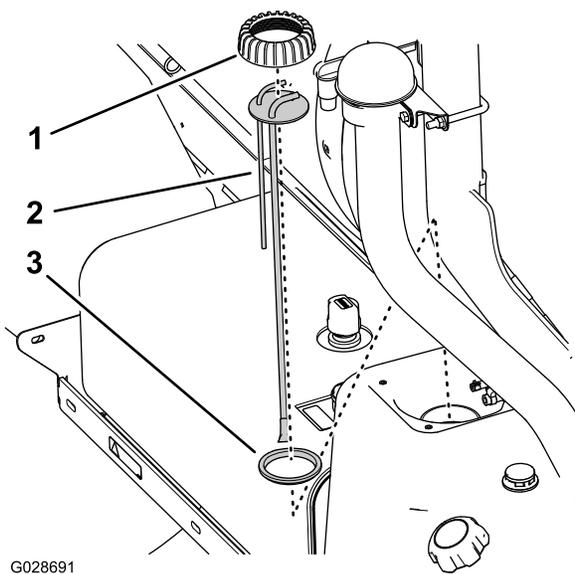

Рисунок 77
5. Поверните крышку вертикальной трубы / датчика уровня топлива против часовой стрелки, затем снимите крышку (Рисунок 77).
6. Поднимите узел вертикальной трубы / датчика уровня топлива, чтобы снять его с топливного бака (Рисунок 77).
1. Установите крышку на вертикальную трубу и вставьте вертикальную трубу в уплотнение (Рисунок 77).
2. Совместите крышку, вертикальную трубу и уплотнение с баком и осторожно вставьте новый узел вертикальной трубы в топливный бак (Рисунок 77).
3. Установите крышку на горловину топливного бака и затяните крышку от руки (Рисунок 77).